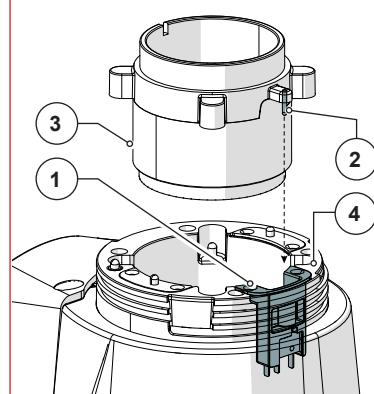

Abb. 6
- Mikroschalter zur Erfassung der abnehmbaren Kammer (Abb. 6)**